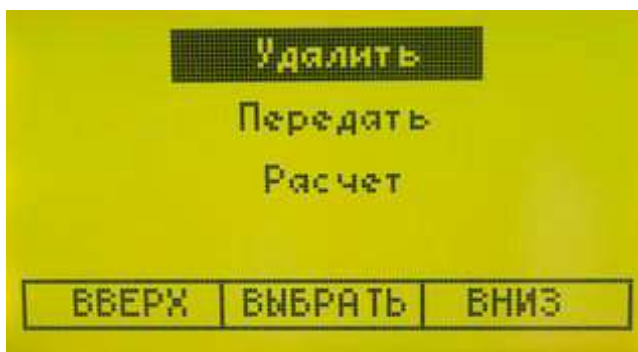

Рисунок 25 — Меню просмотра записи
9.4.3. Нажатием Функциональной кнопки «Меню» можно открыть меню просмотра записи (рисунок 25). Навигация в Меню осуществляется функциональными кнопками «Вверх», «Вниз» и «Выбрать»: